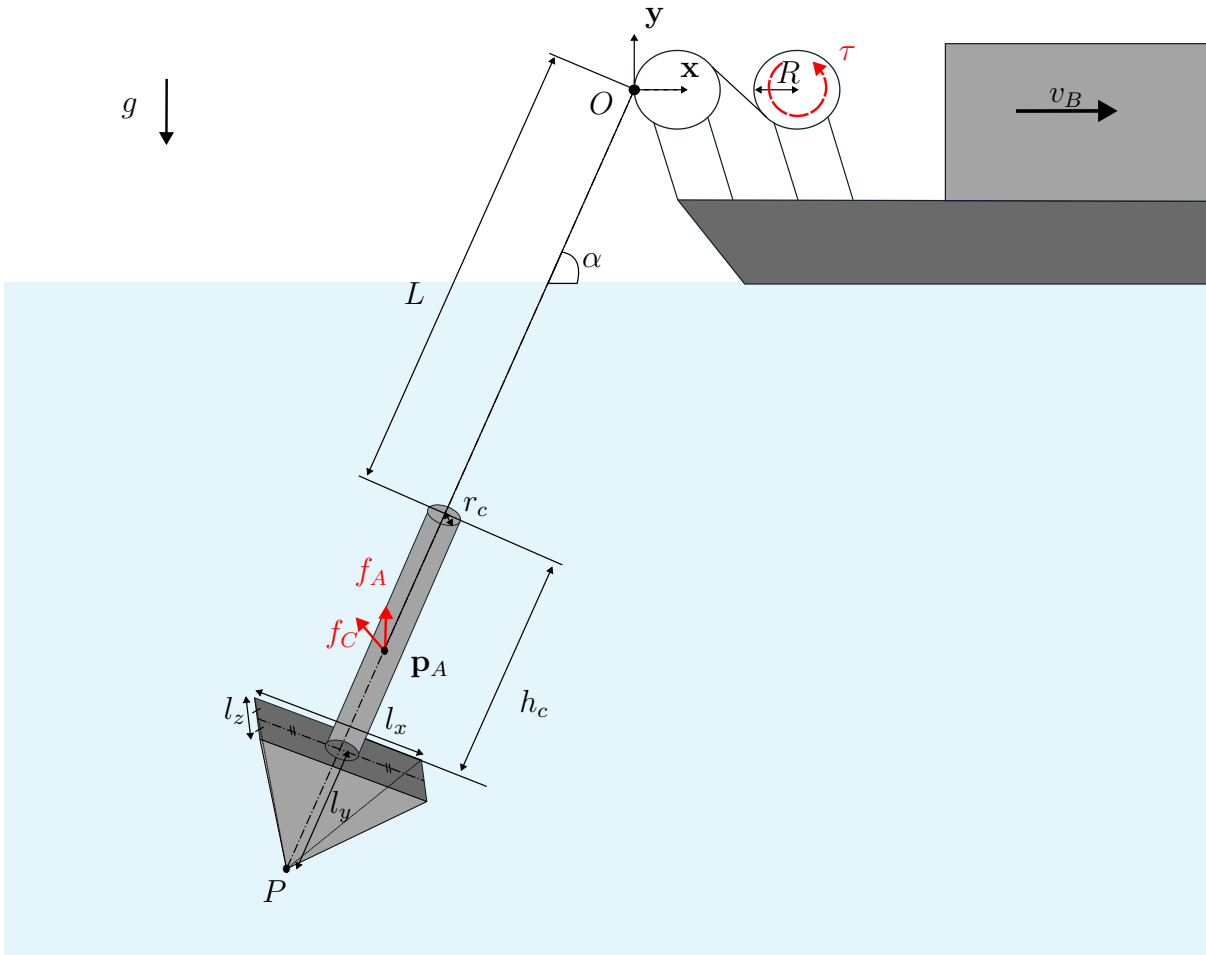

Abbildung 3: Anker an einem bewegten Boot.
3. In Abbildung 3 ist ein Boot dargestellt, das sich mit konstanter Geschwindigkeit v_B in horizontaler Richtung bewegt. An Bord befindet sich eine rotierende Trommel mit Radius R und Drehmoment τ , an der ein masseloses, unelastisches Seil befestigt ist. Die Seilreibung wird vernachlässigt. Am Ende des Seils ist ein Anker mit konstanter Dichte ρ angebracht, der vollständig im Wasser eingetaucht ist.